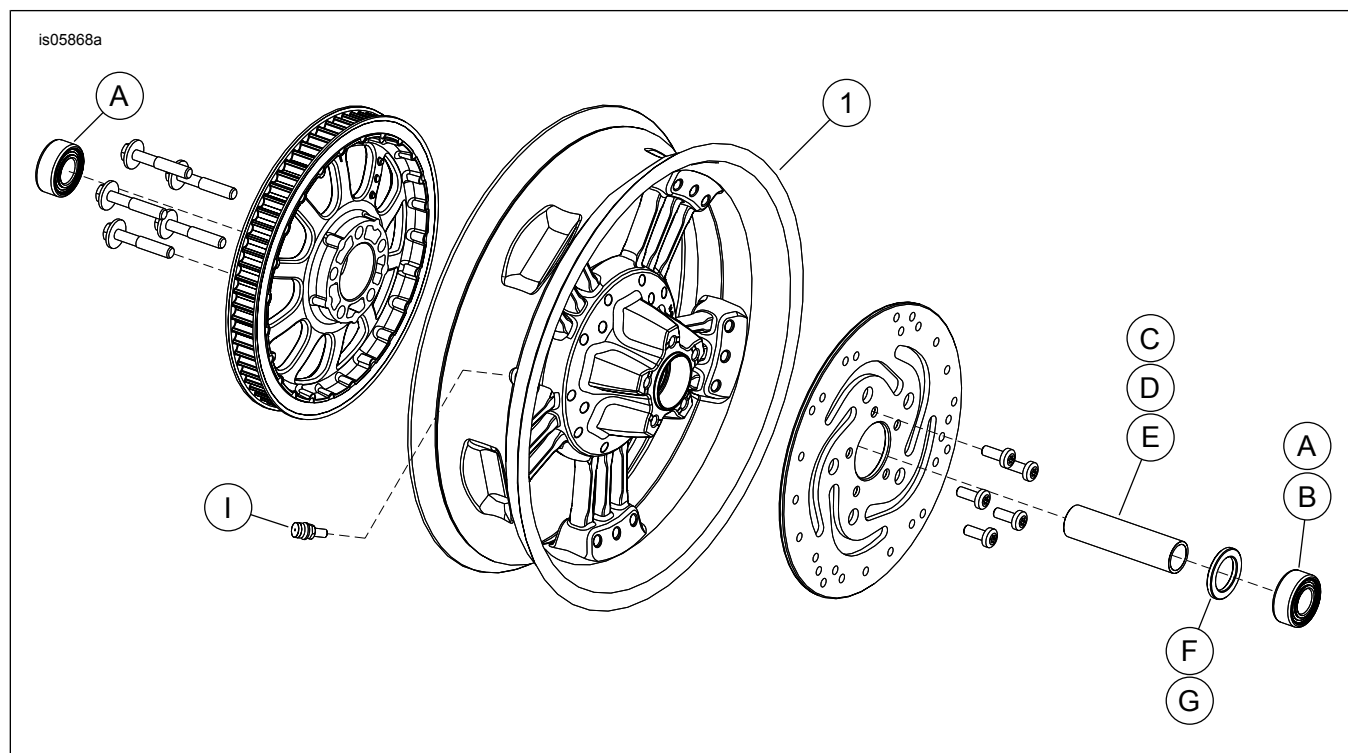

Figura 1. Parti di ricambio: Ruota posteriore Magnum 5 (mostrata quella da 17 pollici)
Questi kit comprendono solo le ruote Custom. Vedere la figura 1. e Tabella 2.
2. Vedere Figura 1. Installare il gruppo dello stelo della valvola (1) sulla ruota seguendo le istruzioni riportate nel manuale di manutenzione appropriato.